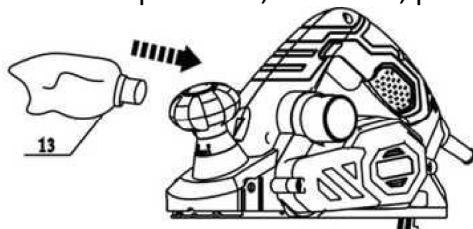

Imagen 3
- Alinhe o conector do saco do pó (13) na saída de extração do pó em ambos os lados do produto, e insira até ao fim (Imagen 3).
- Puxe o conector para fora, torcendo, para retirar o saco do pó (13).